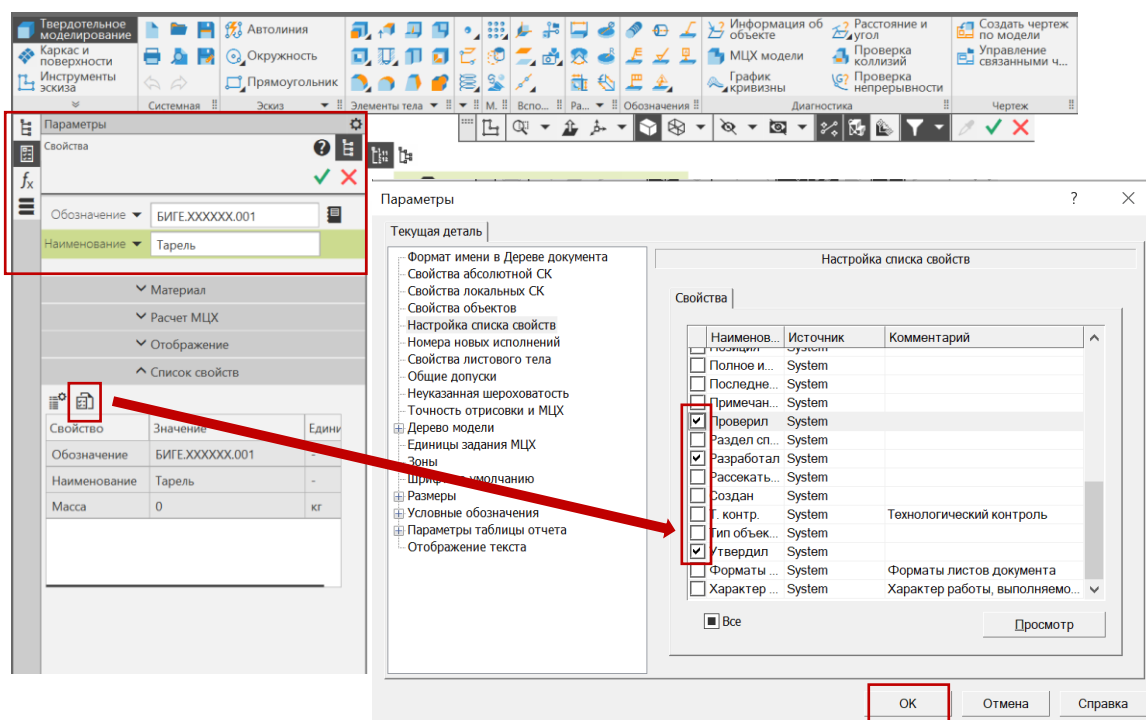

Рис. 3 Настройка списка свойств
- **Дерево построений – Деталь – Свойства – Настройка списка свойств** (рис. 3; 4).